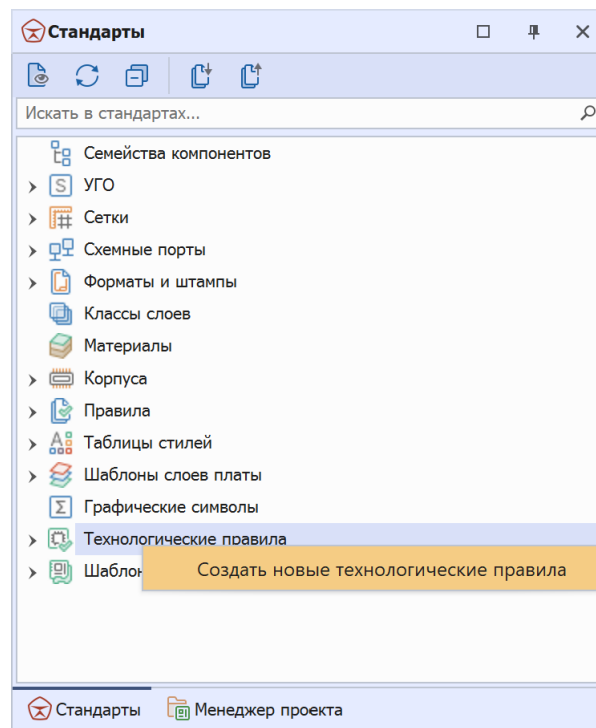

Рис. 120 Создание нового шаблона технологических правил
2. Вызовите контекстное меню с узла и выберите пункт «Создать новые технологические правила», Рис. 120.